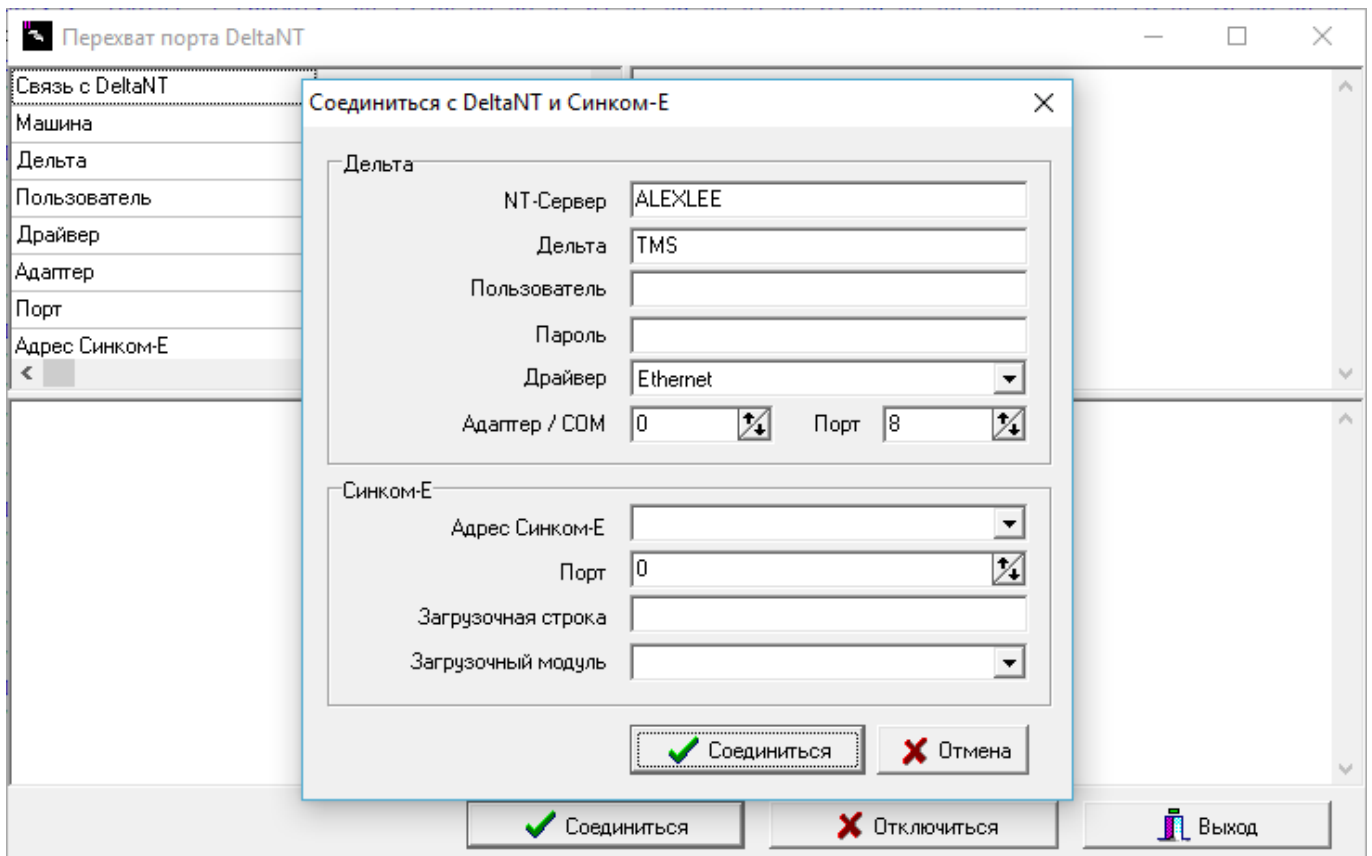

Рис. 17.8 Окно настройки порта перехвате в «Дельта-мониторе»
- на любом компьютере вызвать «Дельта-монитор» (это может быть сервер динамических данных или удалённый компьютер), выбрать порт контроллера, через который подключен ИПЦ. ПКМ через всплывающее меню «Перехват порта» активизировать окно настройки параметров для перехвата порта и задать их (см. Рис. 17.8);